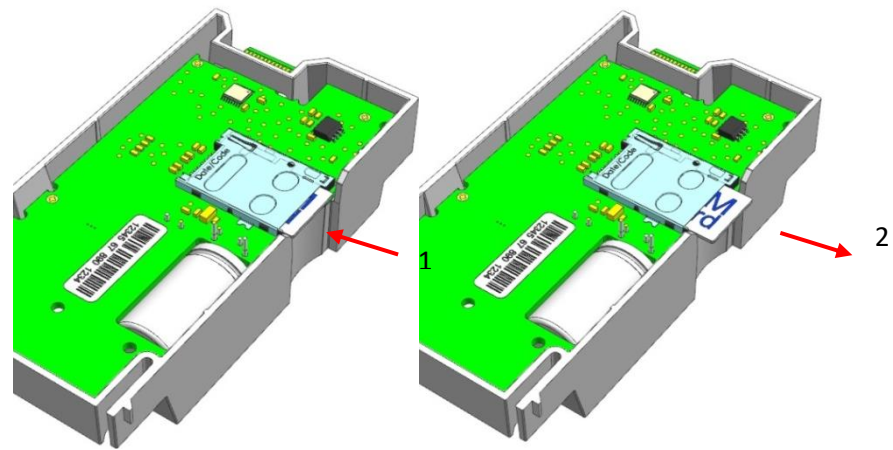

Рис. 69 Виймання вставленої SIM-карти (рисунок тільки для ілюстрації)
2. Вийміть SIM-карту (якщо вона встановлена) натиснувши на неї (1), щоб вивільнити її, і потягніть за неї (2). Див. Рис. 69.